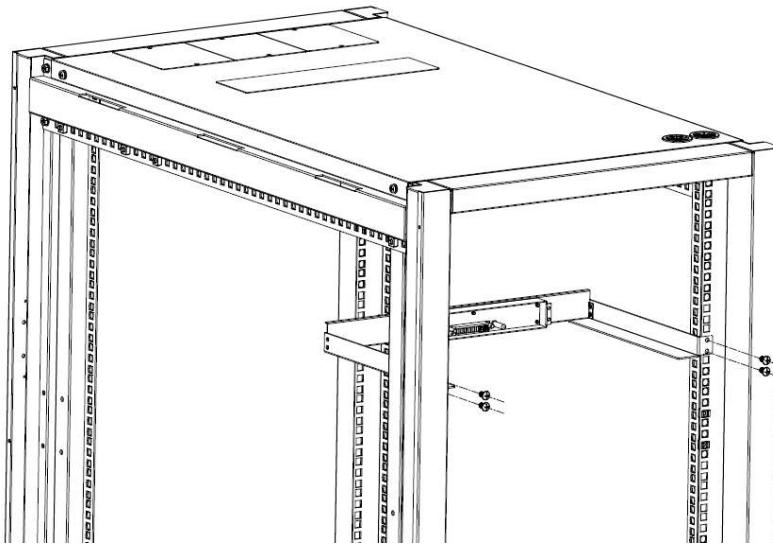
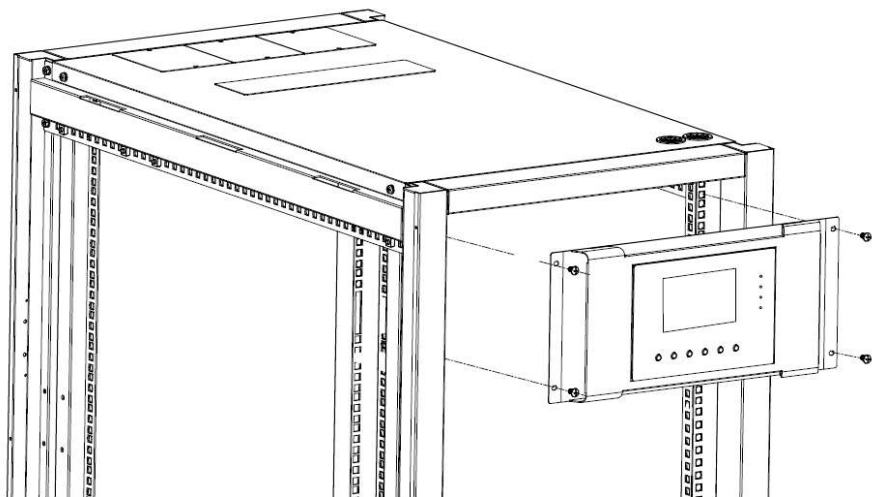

Рисунок 2-10
Рисунок 2-11
4. Установите ЖК-панель и направляющую планку контроллера в шкаф, как показано на рис. 2-10, рис. 2-11.